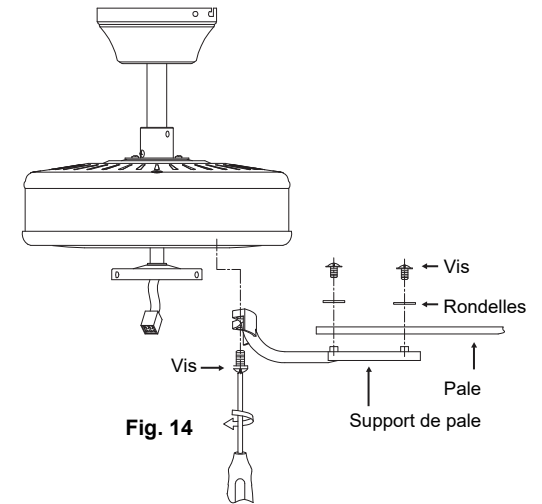

Fig. 14
Étape 1. Fixez une pale au support de pale avec les vis et les rondelles fournies (voir la Fig. 14). Commencez à serrer la vis dans le support. Répétez l'opération pour les deux vis restantes.